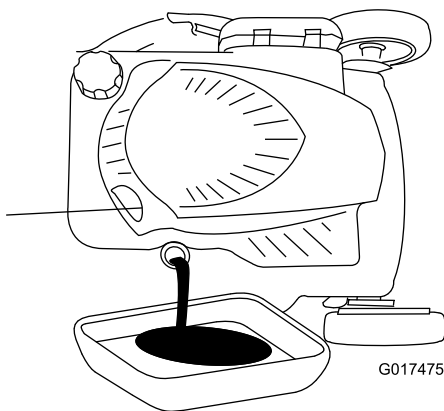

Figure 29
4. Inclinez la machine sur le côté (filtre à air en haut) pour vidanger l'huile usagée par le tube de remplissage (Figure 29).